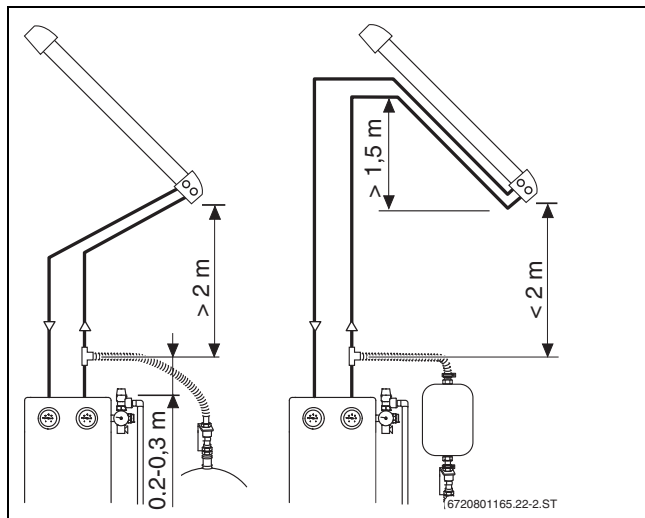

Bild 15 Abstand zum Kollektorfeld (Vakuümrohrenkollektoren)
- Am Kollektorfeld mit Vorlauf und Rücklauf einen „Leitungssack“ von mindestens 1,5 m Höhe bilden (→ Bild 15).